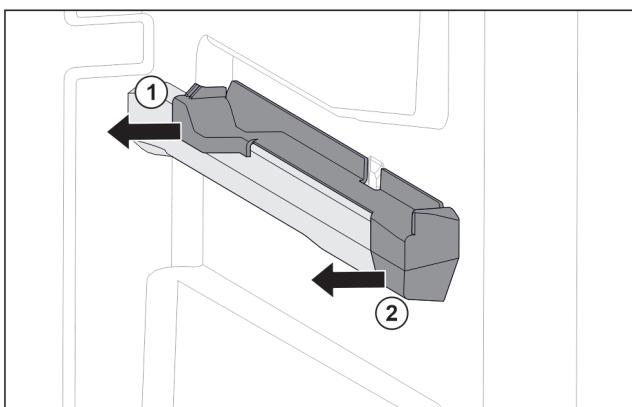

Fig. 74 右侧容器肋梁上的插装件
- 将插装件后部拉到一侧。 Fig. 74 (1)
- 将插装件前部拉到一侧。 Fig. 74 (2)